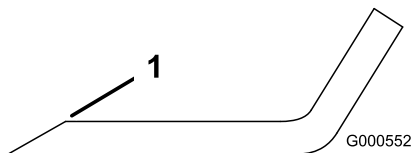

Figura 48
- Utilice una lima para afilar el filo de corte en ambos extremos de la cuchilla (Figura 48).
Nota: Si la cuchilla no está equilibrada, rebaje algo el metal en la parte de la vela solamente (Figura 48).